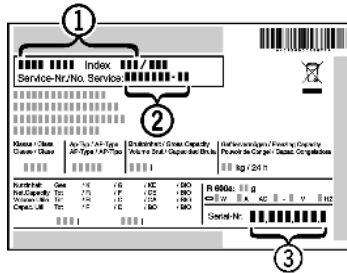

Fig. 6
► Наименование устройства Fig. 6 (1), сервисный № Fig. 6 (2) и серийный № Fig. 6 (3) считайте с заводской таблички. Заводская табличка находится внутри устройства слева.
- Обратитесь в сервисную службу и сообщите вид неисправности, наименование устройства Fig. 6 (1), сервисный № Fig. 6 (2) и серийный № Fig. 6 (3).